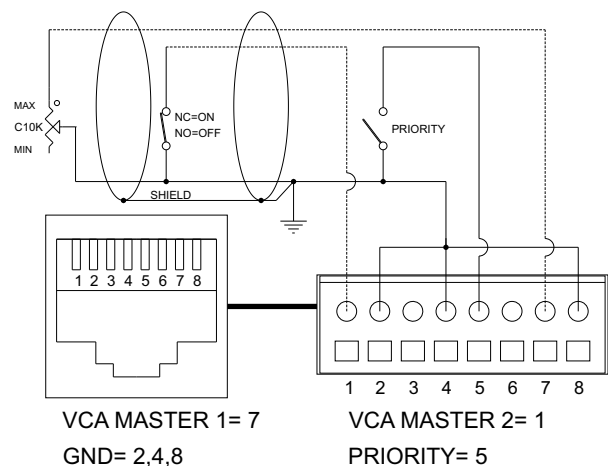

Fig5. Connessione Presa Remote
La Fig6. mostra le operazioni di inserimento della scheda C656-RJ. La connessione con la presa RJ45 femmina (26) deve essere realizzata mediante cavo schermato senza limitazioni di sezione fino a 150 mt. La Fig5. mostra la connessione a questa presa. Un potenziometro esterno (10K) può essere collegato per il controllo del livello del volume master per ogni canale di uscita o in alternativa un interruttore per il controllo mute. Il potenziometro esterno è governato dal livello del master dell'amplificatore consentendo così all'installatore di poter impostare il volume prima di bloccare l'amplificatore nel rack, lasciando all'utilizzatore solo la possibilità di regolare un livello del master inferiore a quello impostato dall'installatore.